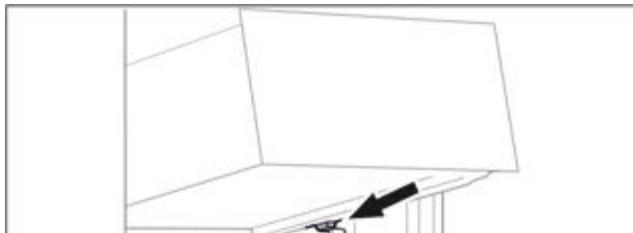

Fig. 25
- ▶ Встановити висувний ящик за стопорами на ребро для резервуара навскоси. (див. Fig. 25)